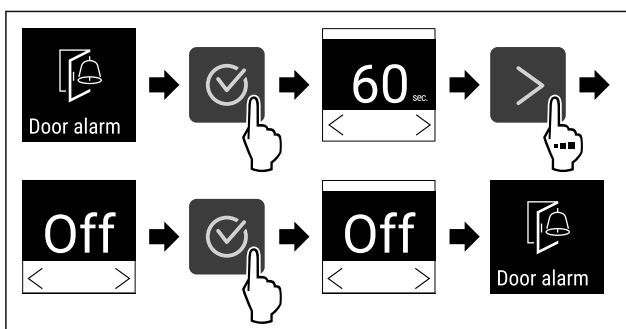

Fig. 106
- ▶ Følg anvisningene (se Fig. 106).